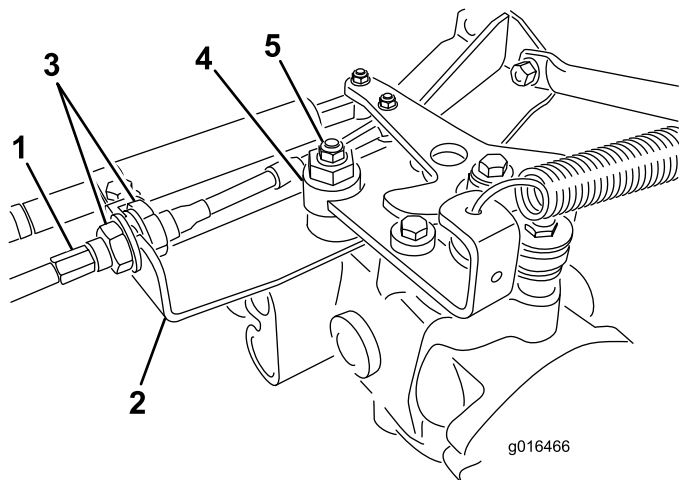

Figura 43
dell'igrostat (Figura 43). Verificate che i controdati siano ugualmente allentati, in modo sufficiente da consentire la messa a punto.
Nota: Allentate il dado che fissa l'eccentrico alla parte superiore dell'igrostat (Figura 43).
- E. Quando la ruota cessa di girare, serrate il dado di bloccaggio dell'eccentrico per mantenere la messa a punto (Figura 43).
- G. Da ambo i lati della piastra serrate in modo uniforme i dadi che fissano il cavo di trazione alla piastra (Figura 43). Non torcete il cavo.